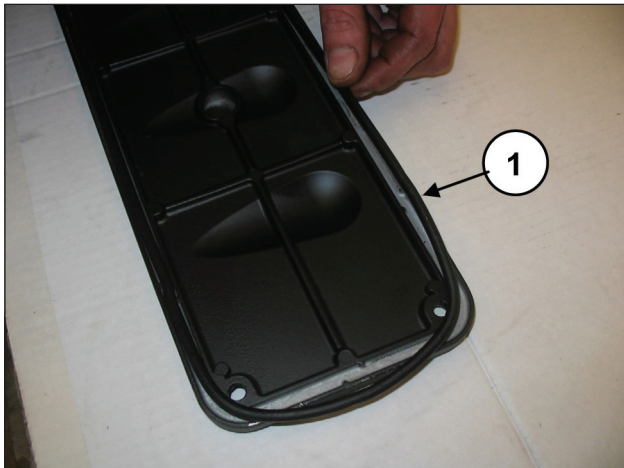
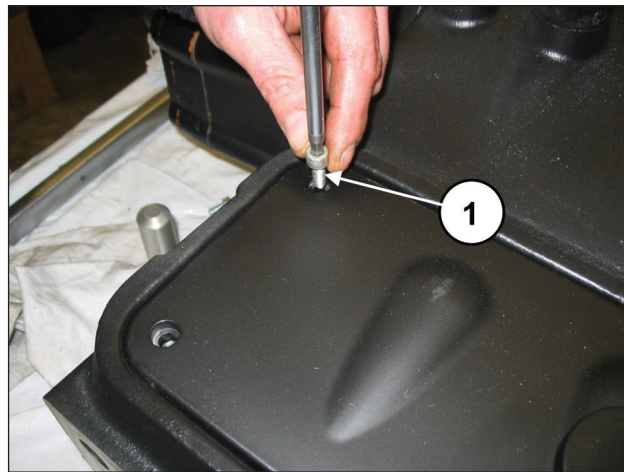

Abb. 154
Abb. 155
Setzen Sie auf die Inspektionsdeckel den O-Ring (Pos. ①, Abb. 154) und montieren Sie die Deckel mit 4+4 Schrauben M6x14 (Pos. ①, Abb. 155).